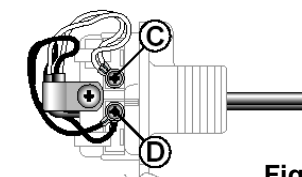

Fig. 8
4. Afloje los tornillos de fijación (C) y (D). Conecte los terminales del cable y coloque y apriete los tornillos. No es necesario respetar colores o polaridad. (Fig.8)